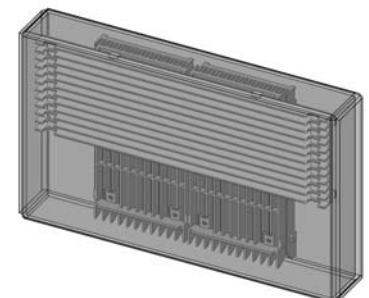

Figure 4 – Emballage grilles
- ✓ Le troisième contient les grilles (fig. 4)